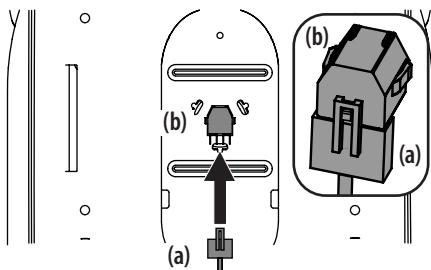

Figura 5
- Si es necesario, conecte el arnés de cables del interruptor del asiento (a) al interruptor del asiento (b). Consulte la Figura 5. Sujete el cable sobrante alejado de los puntos de apriete antes de continuar.